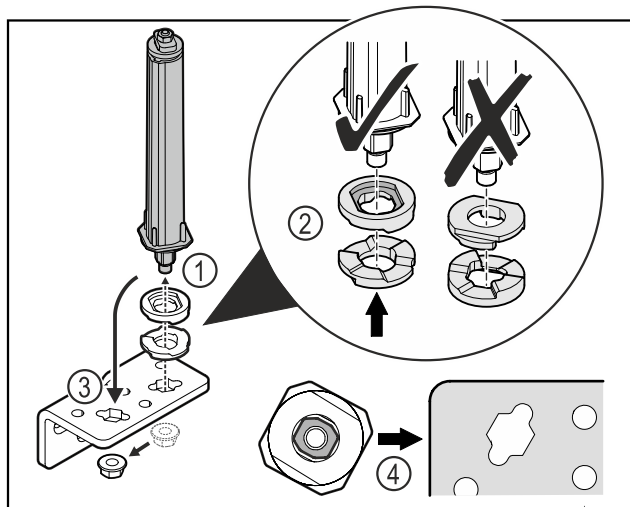

Fig. 33
- Odvijte matice in odstranite sistem za zaklepanje vrat Fig. 33 (1).
- Pazite na pravilno razporeditev podložk za nastavljanje višine Fig. 33 (2).
- Sistem za zaklepanje vrat prestavite v kotnik tečaja in ga fiksirajte z matico Fig. 33 (3).
- Pri vstavljanju pazite na pravilno naravnost sistema za zaklepanje vrat Fig. 33 (4).